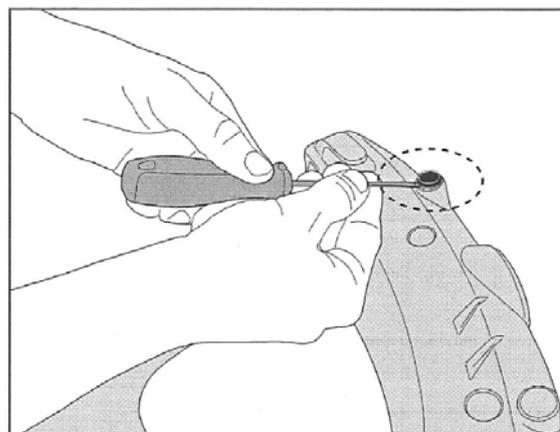

図 A1
2. GVI モノキーベース（別売り）にラバーストッパー（Z126/8mm）が付いている場合、それを商品付属の Z126A（上部ゴム肉厚 9.5mm）（品番 90606 同等品）に交換してください。（図 A1、A2 参照）